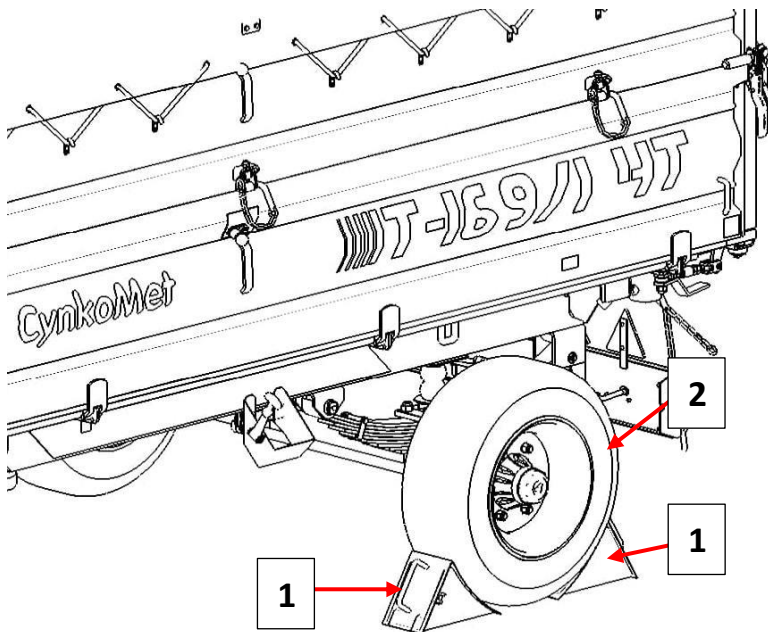

Abbildung 3. Unterlegen der Keile.
- Es ist verboten, die Maschine im beladenen und nicht gesicherten Zustand auf einem geneigten Gelände abzustellen. Der Schutz besteht in der Betätigung der Hauptbremse, dem Anziehen der Handbremse und dem Legen der Radkeile unter die Räder. Die Radkeile (1) sind nur unter ein Rad (2) zu legen (einen vor das Rad und den anderen dahinter – Abb. 3). Die Radkeile dürfen nicht unter die Räder der Vorderachse gelegt werden.